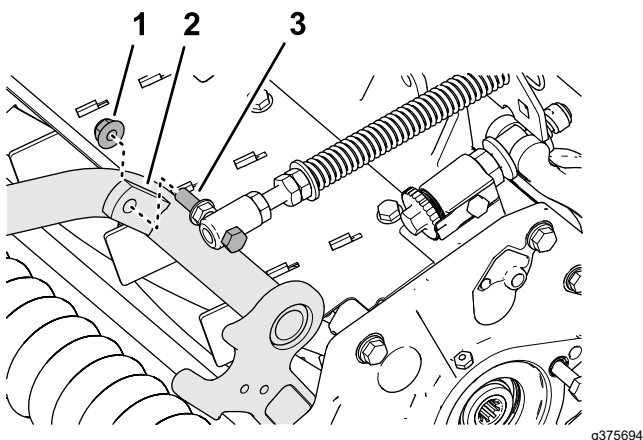

**Bild 8**
3. Entfernen Sie die Sicherungsbundmutter ( $\frac{3}{8}$ "), mit der die Kopfschraube der Rasenkompensierungsfeder an der rechten Lasche des Trägersrahmens befestigt ist, und nehmen Sie die Kompensationsfeder vom Mähwerk ab (**Bild 8**).